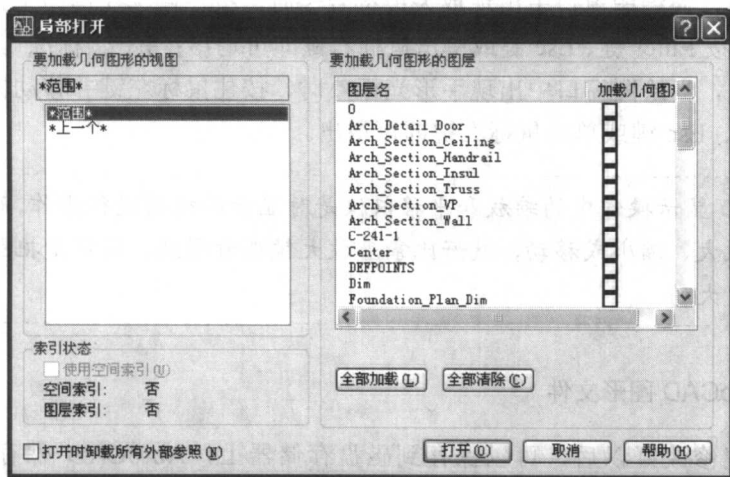

图 1-8 “局部打开”对话框
(1) 在“选择文件”对话框中选择要打开的文件，然后单击“打开”按钮旁边的下拉按钮，在弹出的下拉列表中选择“局部打开”命令，弹出“局部打开”对话框，如图 1-8 所示。